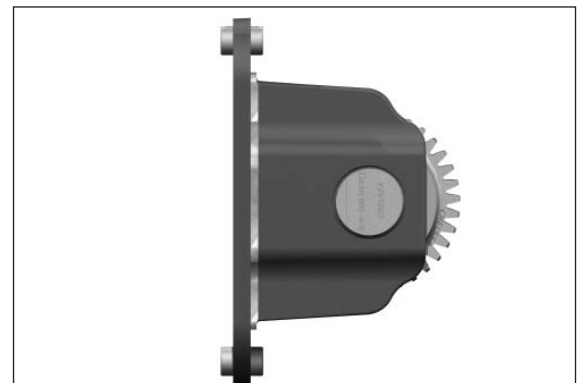

Figura 3
3. Hay dos espigas divididas que sirven como guías al instalar el adaptador a la transmisión. Vienen preinstaladas en el adaptador, tal como se muestra en la **Figura 3**.